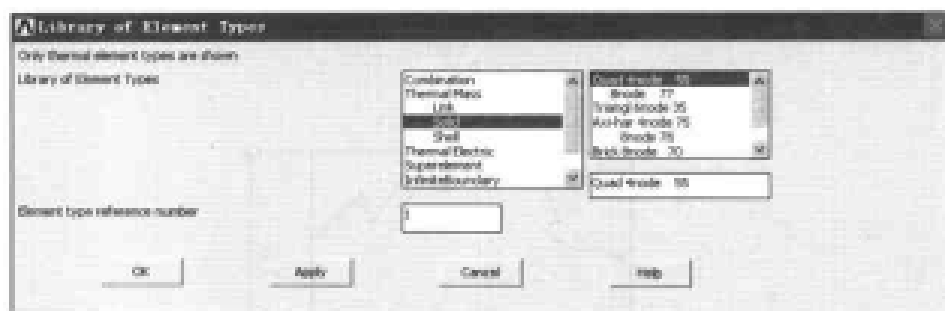

图 9-74 单元类型列表对话框
(1) 选择 Main Menu | Preprocessor | Element Type | Add/Edit/Delete 命令，出现 Element Type 对话框，单击 Add 按钮，出现 Library of Element Types 对话框，在 Library of Element Types 列表框中选择 Thermal Solid 选项，Quad 4node 55，在 Element type reference number 文本框中输入 1，如图 9-74 所示，单击 OK 按钮，关闭该对话框。
(2) 单击 Close 按钮，关闭 Element Types 对话框。